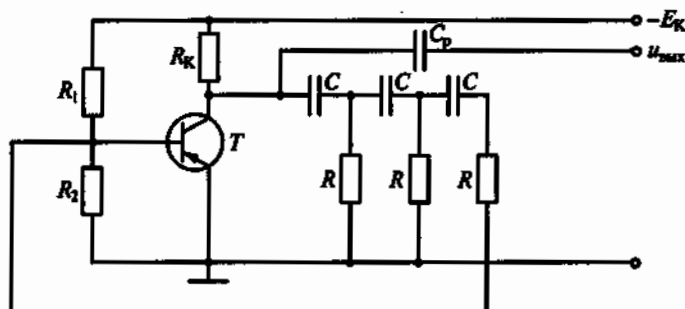

Рис. 212
8.40. В схеме RC-автогенератора на рис. 212 положительная обратная связь образована тремя RC-звеньями, каждое из которых обеспечивает одинаковый фазовый сдвиг 60° . Является ли такое соотношение фазового сдвига обязательным?